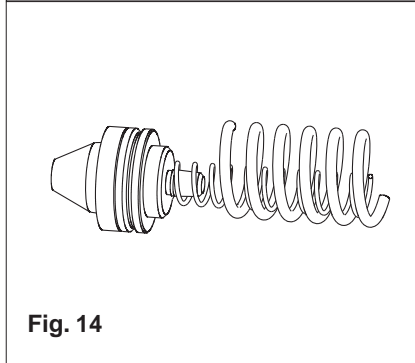

Fig. 14
- Estrarre la molla grande e l'assieme valvola di modulazione/molla piccola (fig. 14)